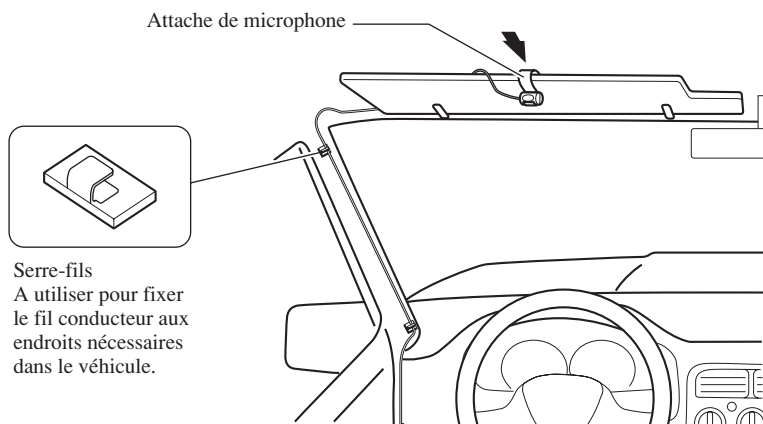

Fig. 20
2. Fixez l'attache du microphone sur le pare-soleil. (Fig. 20)